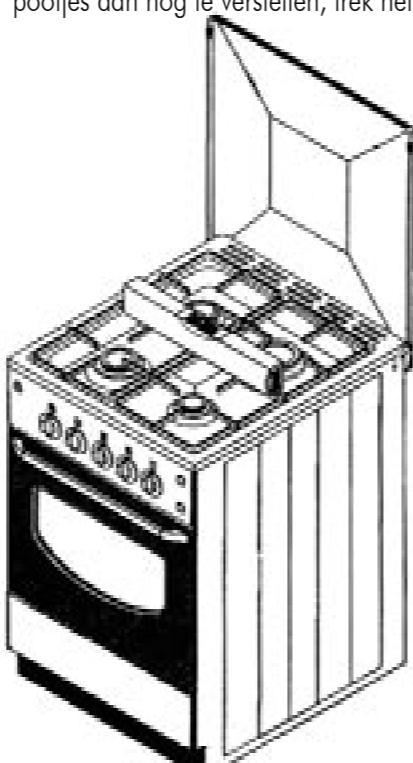

fig. 5
- Plaats een waterpas op de pannendragers van het kookvlak om te controleren of het fornuis waterpas staat. (zie fig. 5)